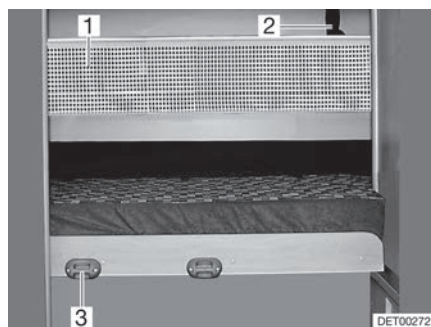

Fig. 117 Filet de sécurité
- Accrocher l'échelle de montée par les longerons sur le bandeau (Fig. 117,3) installé sur le cache.
Le filet de sécurité (Fig. 117,1) de série est rangé entre le matelas et le sommier à lattes. Ne tendre le filet de sécurité qu'une fois que la personne se trouve dans le lit.
- Faire s'enclencher les sangles de retenue (Fig. 117,2) dans les œillets du plafond.